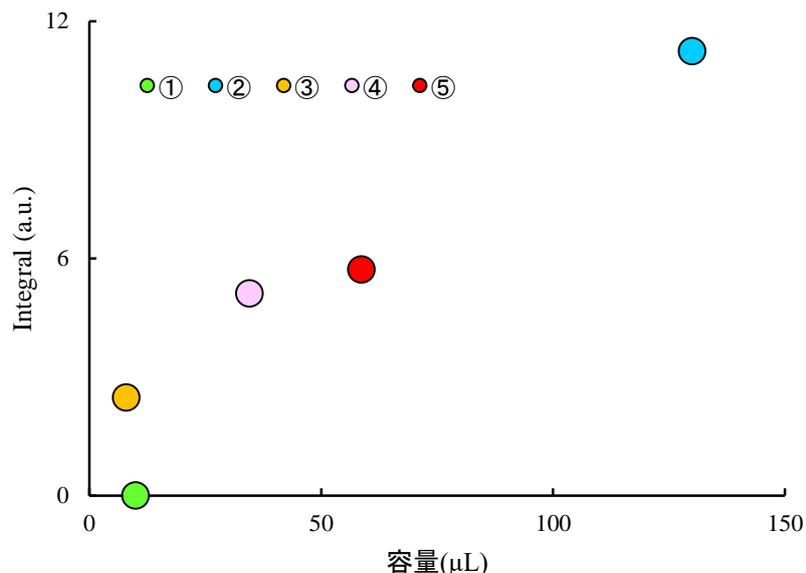

図 2. 試料量と面積
超純水で希釈した同濃度の TEMPOL を様々な試料管を用いて ESR 測定した例をご紹介します。試料管の容量と内径を表 1 に示します。②の水溶液セル(ES-LC12)は短辺の内径を示しています。キャピラリーチューブは、標準試料管に入れて ESR 測定しました。図 2 に試料の容量と観測された ESR 信号の面積を示します。
①を用いた ESR 測定では、誘電損失の影響を受けて感度が下がり ESR 信号はほとんど検出できませんでした。水溶液試料は誘電損失が大きいため感度が大幅に低下するため、多くの場合、外径 5 mm の標準試料管を使用して測定することは難しい傾向にあります。図 2 より、②の水溶液セル(ES-LC12)では誘電損失の影響を抑えて試料容量を確保できるため、感度良く ESR 測定できていることが分かります。誘電損失による溶液試料の ESR 測定の感度は、試料管の内径の大きさや素材などの影響を受けて変化します。内径の大きな試料管やキャピラリーチューブでは水溶液による誘電損失が顕著になるため感度が低くなります。